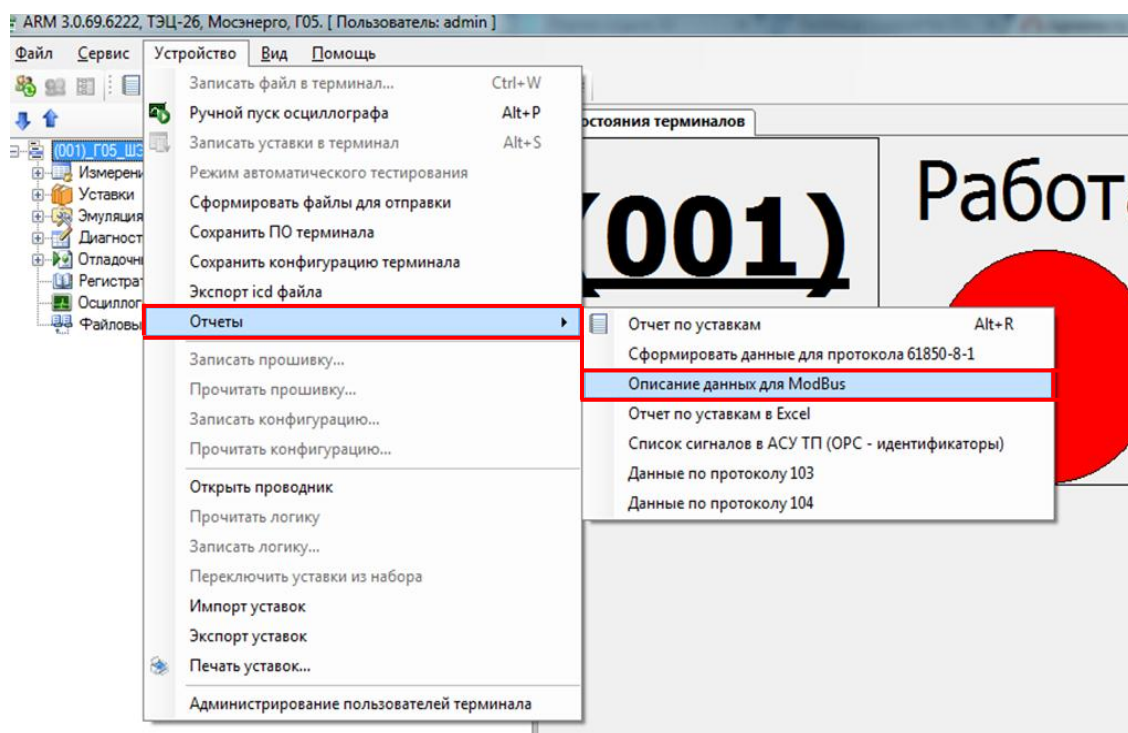

Рисунок 1 – Выбор пункта Описание данных для ModBus
3.5.6 Номер группы от 1 до 6, номер события в группе от 0 до количества событий в группе. Общий размер всех групп, упакованных в 16-разрядные слова, зависит от конфигурации (см. в таблице 25). Более подробную информацию можно посмотреть в программе **АРМ-релейщика**. Выбрать пункт главного меню **Устройство -> Отчеты -> Описание данных для ModBus** (см. рисунок 1). В регистраторе доступны только те события, которые заведены на регистрацию в конфигурации.